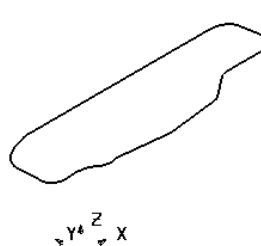

图 5-80 删除上边界
3) 重复步骤 2)，在边界 4 中选中上边界，单击 Delete 键删除，使其仅剩下下边界，如图 5-80 所示。